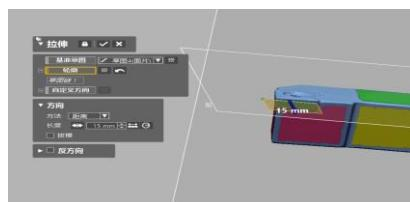

图 4.69 拉伸片体
11) 点击菜单栏模型>(创建曲面下)拉伸图标^{拉伸}，弹出拉伸对话框，轮廓选择草图 4，方向长度 15mm，如图 4.69 所示，点击确定完成片体的拉伸。